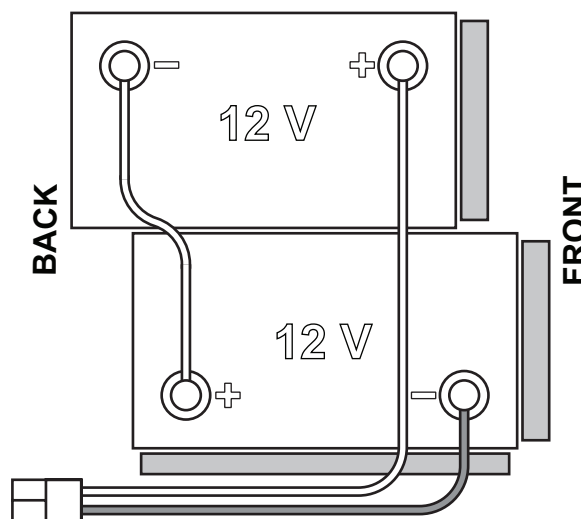

Figura 1
La máquina necesita de 2 baterías de 12 V, conectadas según el esquema que se indica en la Figura 1.
1. Quitar la llave usuario (52).
2. Desconectar el conector (9) de las baterías.
3. Levantar la tapa (34) y controlar que el depósito del agua de recuperación (33) esté vacío, si no vaciarlo mediante el tubo de descarga (12).
4. Cerrar la tapa (34).
5. Empuñar la manilla (16) y levantar el depósito (33) con cuidado.
7. Colocar e instalar los cables de las baterías como se indica en el esquema de la Figura 1, luego apretar con atención el dado sobre cada borne de las baterías.
8. Conectar el conector de las baterías (9).
9. Empuñar la manilla (16) y bajar el depósito (33) con cuidado.